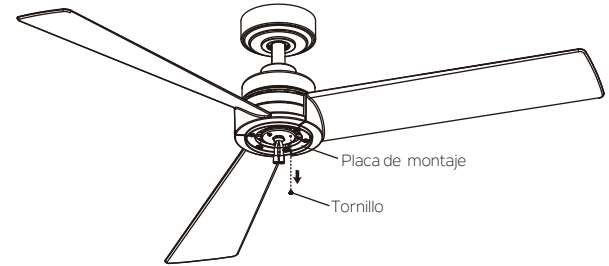

Fig. 17
Paso 1. Retire uno de los tres tornillos de la placa de montaje preinstalados en la placa de montaje y guarde estas piezas para uso posterior. Afloje los otros dos (no los retire). (Fig. 17)